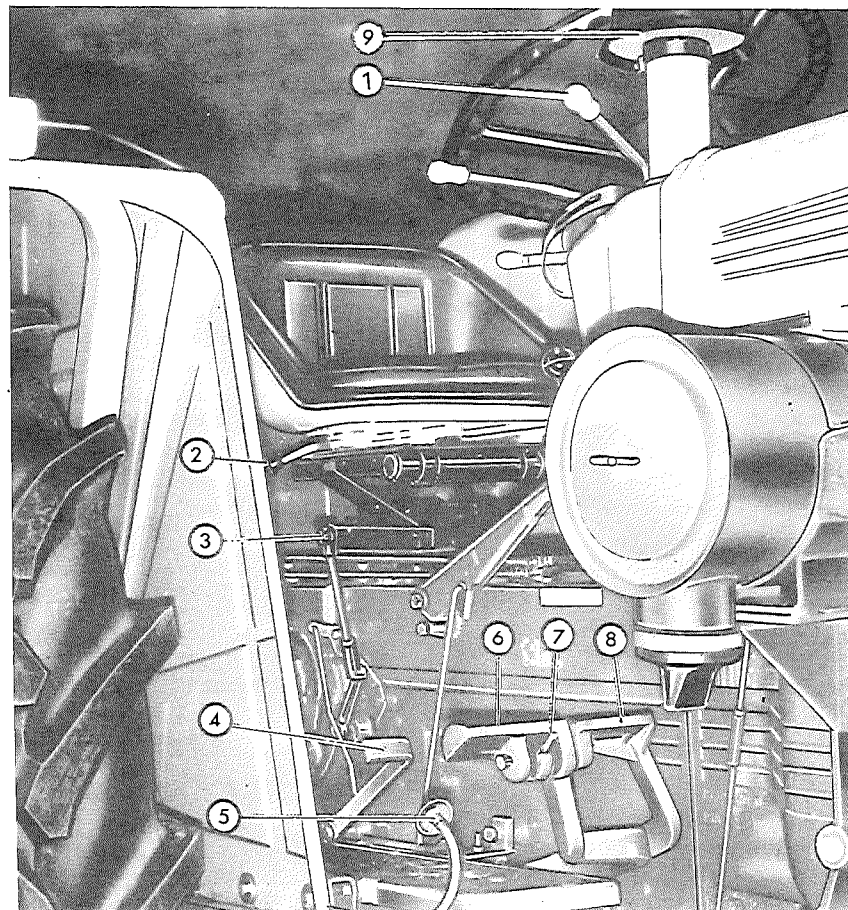
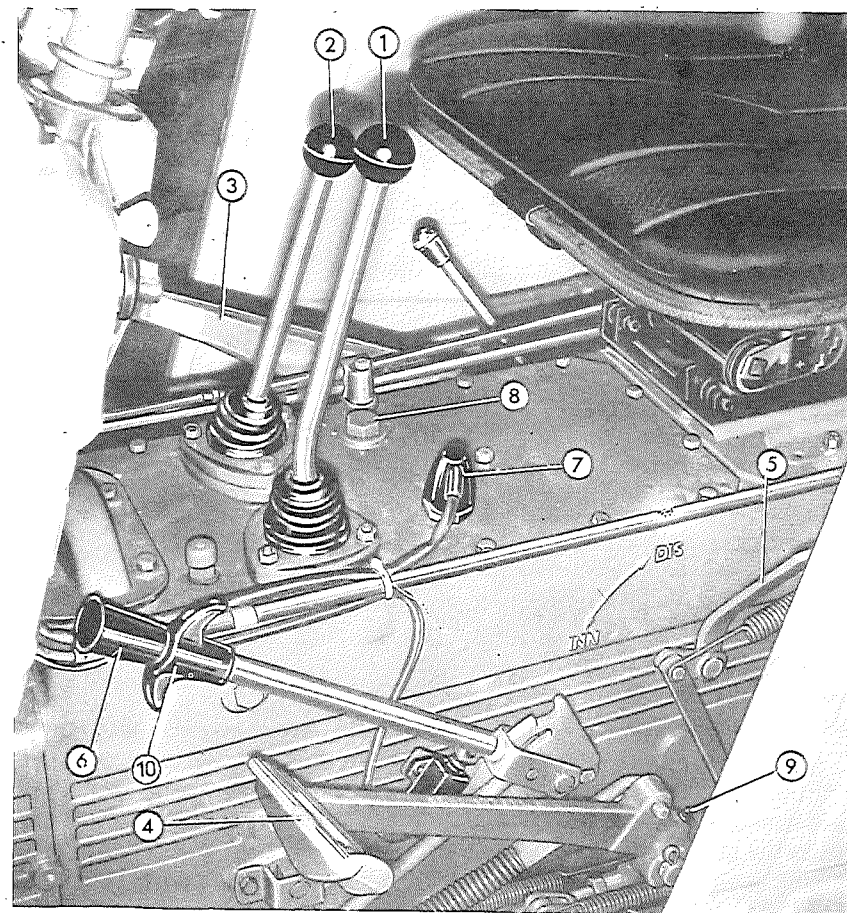

Fig. 7
Fig. 8
- Le levier de vitesses doit être au point mort (1 fig. 8) dans le cas contraire le dispositif de sécurité empêcherait le démarrage du moteur.
- Le levier d'enclenchement de la prise de force doit être au point mort (3 fig. 7).
- Le frein à main doit être tiré (3 fig. 8).
- 1 Tirer complètement le levier de l'accélérateur (1 fig. 7) vers le bas.
- 3 Pousser à fond la pédale de l'embrayage (4 fig. 8).
- 6 Débrayer et placer le levier de changement de vitesses (1 fig. 8) et le levier du réducteur (2 fig. 8) en correspondance de la vitesse choisie.
- 7 Desserrer le frein à main (3 fig. 8).
- 8 Embrayer tout doucement en lâchant la pédale d'embrayage, accélérer progressivement au moyen de la pédale d'accélération (5 fig. 7).
- 1 Réduire la vitesse en portant le moteur au régime de ralenti et agir en même temps sur deux pédales des freins (6 et 8 fig. 7).
Pour passer d'une vitesse à une autre d'une même gamme il faudra agir exclusivement sur le levier du changement de vitesses (1 fig. 8) après avoir débrayé. Pour passer, au contraire d'une gamme de vitesses à une autre gamme, il faut d'abord débrayer, ensuite avec tracteur à l'arrêt, déplacer le levier du réducteur (2 fig. 8) sur la position correspondante à la gamme choisie.
Pour actionner ce dispositif, appuyer sur la pédale (4 fig. 7).
A commande mécanique à disques emboîtés sur les demi-arbres de roues arrière, avant les réducteurs épicycloïdaux finals. On peut les faire fonctionner séparément en agissant sur l'une des deux pédales (6 et 8 fig. 7) ou simultanément en verrouillant les deux pédales au moyen du loquet de jumelage (7 fig. 7). On agit sur les freins soit en appuyant sur les pédales, soit en tirant vers l'arrière le levier du frein à main (3 fig. 8) qui est un dispositif mécanique indépendant. Pour desserrer le frein appuyer sur le bouton qui se trouve au bout du levier.
L'enclenchement de la traction (tracteur à l'arrêt) s'obtient en amenant le levier (5 fig. 8) sur la position « INN » inscrit de fusion sur la boîte de vitesses.
La prise de force à commande mécanique complètement indépendante (au moyen d'un levier à main) (6 fig. 8) est synchronisable avec le moteur ou bien les roues postérieures.
- 1 Tirer à fond le levier de commande d'embrayage (6 fig. 8).
- Tirant en arrière le levier spécial (3 fig. 7) quand on veut obtenir la synchronisation avec les roues.
- 3 Décrocher le levier de commande d'embrayage, tirant vers le haut de la brassière (10 fig. 8) et le reporter en position de la greffe.
NB. Le levier de sélection (3 fig. 7) est prévu d'une position intermédiaire de point mort.